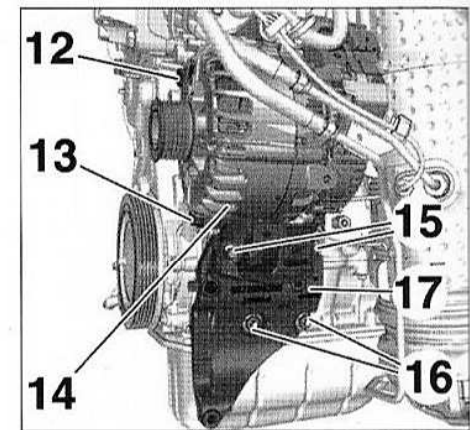

FIG.20
- Desserrer les vis (12) et (13) de quelques tours (Fig.20).